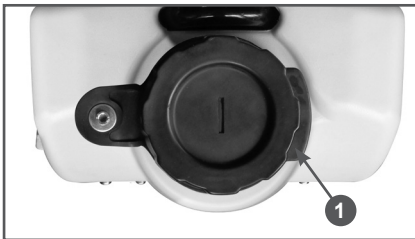

Рис. 23 Крышка бака для воды
- Удерживая бак одной рукой, другой рукой потяните вверх крышку бака за козырёк 1 и снимите крышку с горловины бака (Рис. 23).